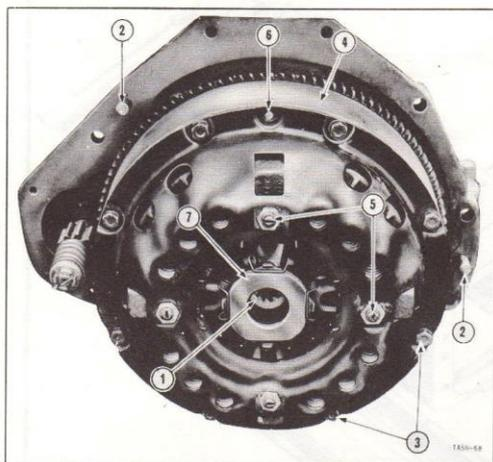
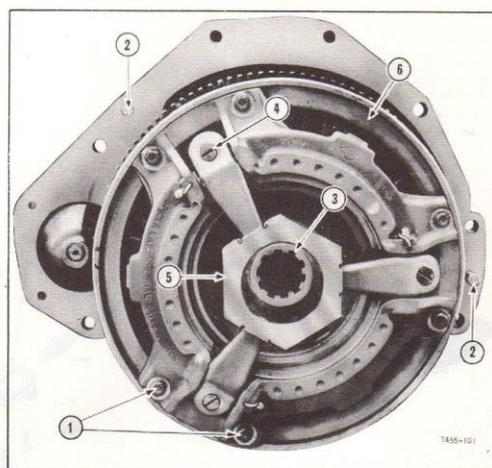
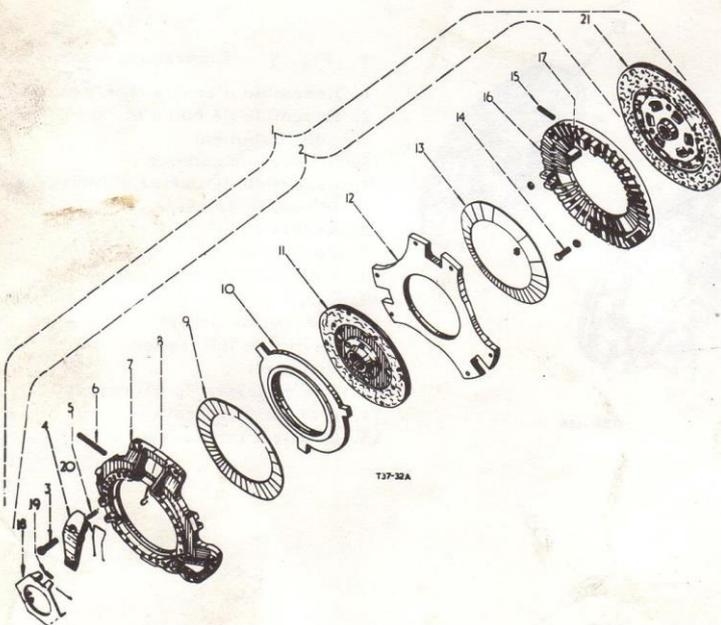

Fig. 1. - Embrayage simple.
Fig. 2. - Embrayage double.
Fig. 7. - Vue éclatée de l'embrayage double
a) Déposez les huit vis à tête (3, Fig. 1) qui fixent l'ensemble d'embrayage au volant (4, Fig. 1).
b) Enlevez des goujons d'assemblage (6, Fig. 1) l'ensemble d'embrayage et déposez le disque.
a) Déposez les six vis à tête (1, Fig. 2) qui fixent l'ensemble du couvercle d'embrayage au volant (6, Fig. 1).
4. Ayant serré l'embrayage par un de ces deux moyens, dévissez les quatre écrous de réglage (5, Fig. 1), puis relâchez lentement la pression de serrage.
4. En tenant le contre-écrou avec une clé, déposez les vis de réglage (4, Fig. 2 et 3, Fig. 7).
6. Déposez le couvercle (7, Fig. 7) la rondelle Belleville (9, Fig. 7) de la prise de force, le plateau d'embrayage (10, Fig. 7), le disque (11, Fig. 7) de la prise de force, la plaque (12, Fig. 7) du volant et la rondelle Belleville (13, Fig. 7) de la transmission, du plateau d'embrayage (16, Fig. 7) de la transmission.
7. Desserrez le contre-écrou, puis dévissez les trois vis d'arrêt (14, Fig. 7).
8. Chassez les goupilles (15, Fig. 7) et déposez les trois extrémités de tige (17, Fig. 7).
9. Déposez l'attache (8, Fig. 7) de ressort de blocage, chassez l'axe de doigt (6, Fig. 7), puis déposez le doigt (4, Fig. 7).
10. Enlevez des leviers, le contre-écrou puis le ressort (5, Fig. 7) et la vis de réglage (Fig. 7).
- a) Goujons du plateau d'embrayage (10, Fig. 7) de la prise de force
- b) Goujons du plateau d'embrayage (16, Fig. 7) de la transmission
- c) Le siège sphérique des doigts d'embrayage (4, Fig. 7).
2. Montez les extrémités de tige (17, Fig. 7) sur le plateau d'embrayage de la transmission en mettant en place les goupilles (15, Fig. 7).
3. Vissez les vis d'arrêt (14, Fig. 7) et les contre-écrous.
4. Montez la vis de réglage (3, Fig. 7), le ressort (5, Fig. 7) et le contre-écrou sur les leviers (4, Fig. 7).
5. Montez les leviers sur le couvercle d'embrayage (7, Fig. 7) avec le ressort (20, Fig. 7) en position, puis montez l'axe de doigt (6, Fig. 7) et fixez avec l'attache (8, Fig. 7) de ressort de blocage.
6. Placez le plateau d'embrayage (16, Fig. 7) de la transmission dans un support ou sous une presse. (Reportez-vous à "Démontage"), puis placez la rondelle Belleville (13, Fig. 7) de la transmission sur le plateau d'embrayage avec le diamètre le plus grand en contact avec le plateau.
7. Placez la plaque (12, Fig. 7) de volant sur la rondelle Belleville en alignant les repères faits au poinçon.
8. Placez le disque (11, Fig. 7) de prise de force sur la plaque de volant avec la bride du moyeu vers le haut.
9. Placez le couvercle d'embrayage (7, Fig. 7) sur un banc avec les leviers de débrayage vers le bas.
10. Alignez les rondelles Belleville (9, Fig. 7) de la prise de force par rapport au couvercle, le diamètre le plus petit étant placé vers le haut.
11. Placez le plateau d'embrayage (10, Fig. 7) de la prise de force sur la rondelle Belleville, tout en alignant les repères faits au poinçon.
16. Placez la plaque de butée (18, Fig. 7) sur les leviers, puis montez les manchons (19, Fig. 7) et les goupilles fendues.